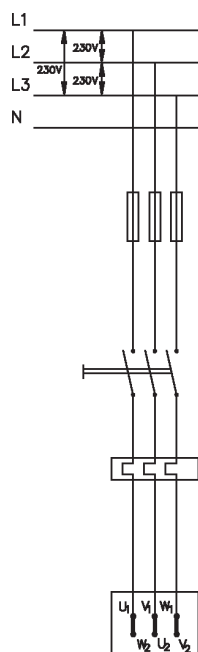
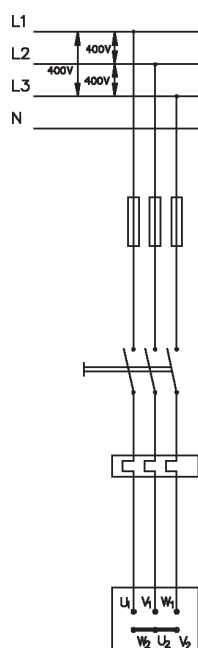
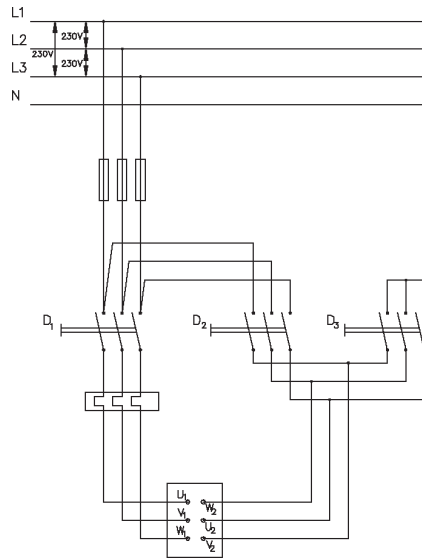

Figure 7:
Figure 8:
Figure 9:
- 230/400 V : Le moteur peut être raccordé entre les phases au réseau de 230 V. Les reglettes de bornes sont raccordées selon une configuration triangulaire (voir figure 7). Si le moteur est à raccorder entre phases à un réseau de 400 V, les reglettes de bornes sont raccordées selon une configuration étoile (voir figure 8).
- 400 VΔ : Au réseau de 400V, ce moteur doit être raccordé entre les phases selon une configuration des bornes (figure 8) triangle. Les moteurs d'une puissance de 3 kW ou plus élevé ne peuvent généralement pas être démarré, raccordés selon une configuration triangle (le courant de démarrage direct sera trop élevé). Le moteur est d'abord démarré en étoile (voir figure 9: contacteurs de D1 et de D3 fermés) et après quelques secondes – lorsque le moteur a atteint son régime normal – commuté en configuration triangle (contacteurs D1 et D2 fermés et D3 ouvert). Ceci est possible en raccordant le moteur par un démarreur étoile-triangle.